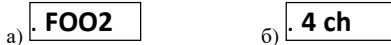

Рис.4 – Пример отображения а) версии микропрограммы б) количества цветовых каналов
6.3. **Начало работы.** При включении прибора на экране в течение нескольких секунд отображается версия микропрограммы, затем количество цветовых каналов (см. рис. 4), после чего светильник готов к работе и переходит к последнему активному состоянию. Смена режима работы осуществляется кнопкой «DMX/AUTO».